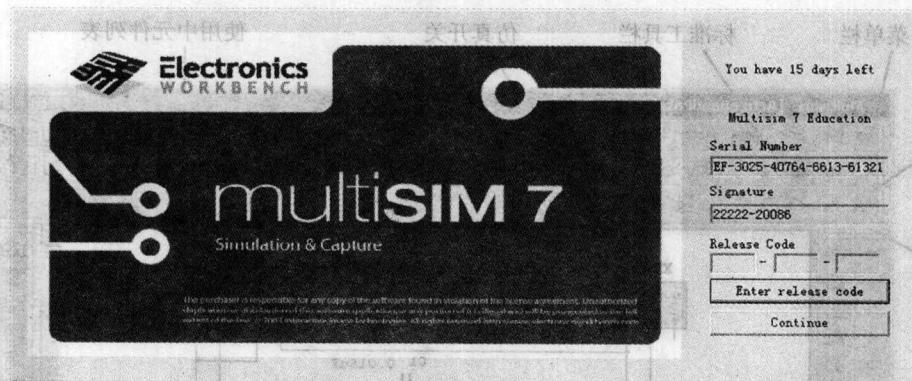
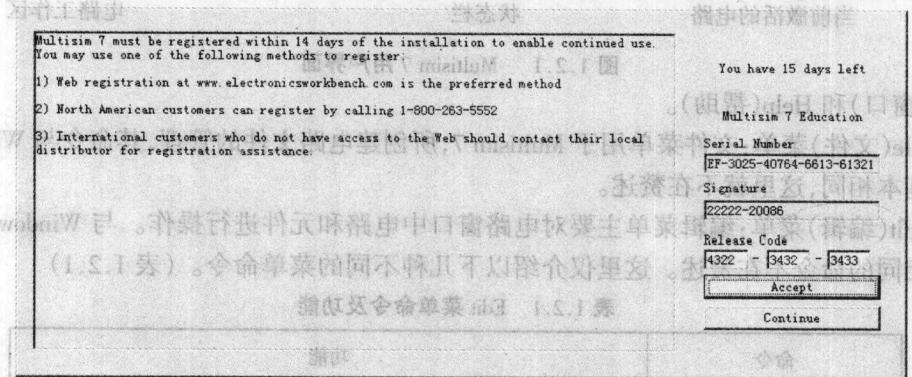

图 1.1.6 Multisim 7 的第一次启动画面
图 1.1.7 交付码填写对话框
(1) 在 windows 桌面, 单击“开始”菜单中“程序”下的 Multisim 7 中的 Multisim 7 命令, 将出现图 1.1.6 所示的 Multisim 7 启动画面。
(2) 在图 1.1.6 中用户可以看到“Enter release code”、“Continue”两个按钮，用户单击“Continue”按钮则进入使用状态，以后每经过一天，可使用的天数就会自动减少一天，在未获取交付码的情况下总共可以使用 15 天，15 天后再单击 continue 按钮程序将自动退出。
(3) 若用户想要一直使用 Multisim 7 则必须提供交付码，交付码可以通过 Electronics workbench 网站获得。其主页是：www.ElectronicsWorkbench.com (目前 Multisim 的最高版本是 10)。
(4) 用户收到交付码后，启动 Multisim 7 软件，再次进入如图 1.1.6 所示界面，在这里用户点击“Enter release code”按钮，进入如图 1.1.7 所示界面，在这里输入交付码，再单击“Accept”按钮，就可以进入 Multisim 7 用户界面。Multisim 7 的整个完整安装过程到这里也就结束了。